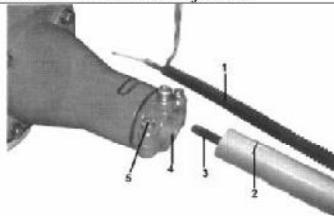

Fig.E2
4. Empuje el tubo inferior hacia la mordaza de tubo y gírela a mano y verifique que las ranuras del eje principal engranan en el cabezal mecánico. Véase la Fig.E2